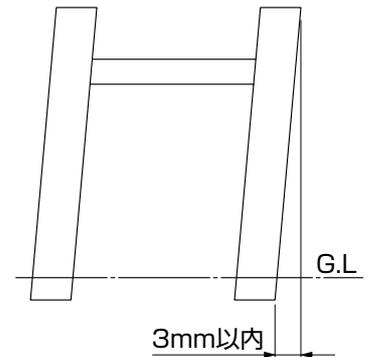

図3-4
- 枠の水平・垂直が正確に出ているか確認してください。シャッターの作動不良の原因になったり、ロックがからなくなるなど、製品の取付けがやり直しになるおそれがあります。(図3-4参照)